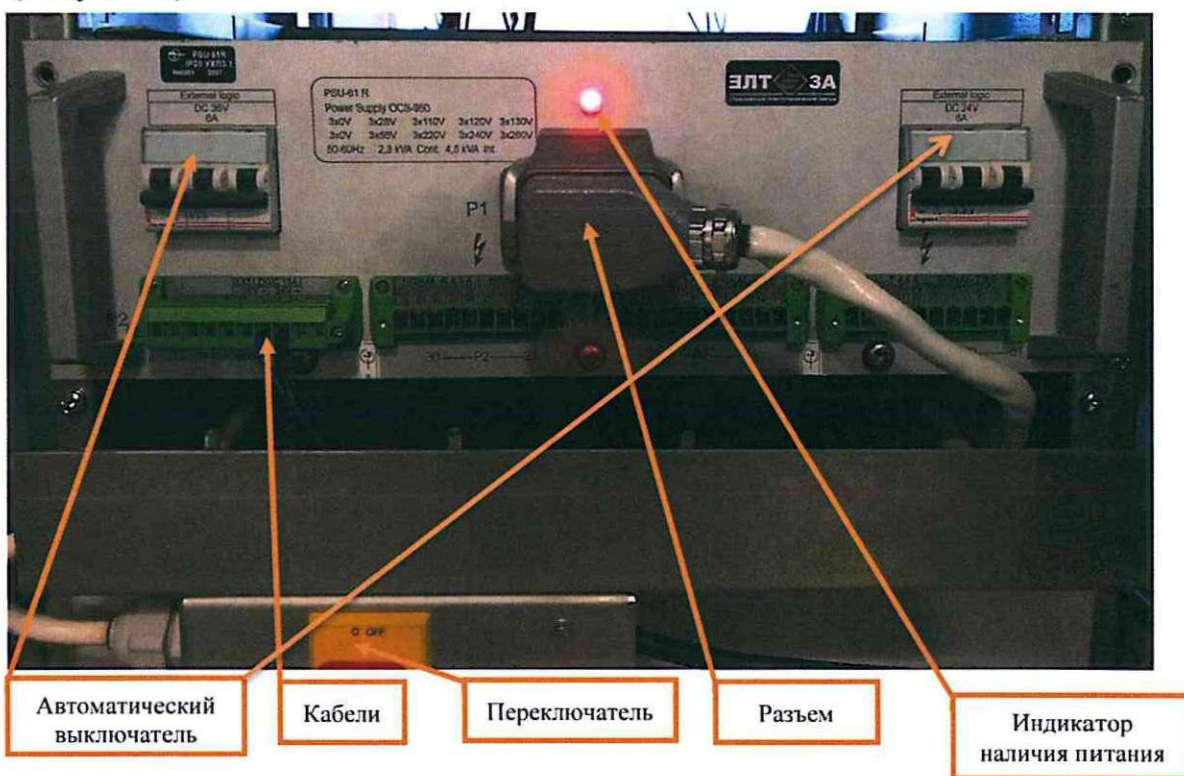

Рисунок 6. Отключение питания источника питания.
7.2.3 Отключить автоматические выключатели и питание, поступающее на разъем «P1», путем перевода переключателя из положения «ON» в положение «OFF», при этом гаснет индикатор наличия питания (Рисунок 6).
7.2.4 Отсоединить от источника питания разъем с кабелем «P1» при помощи замка-защелки и отсоединить все подключенные к источнику питания кабели из посадочных мест (Рисунок 6), руководствуясь рабочей документацией.
7.2.7 Включить питание, поступающее на разъем «P1», путем перевода переключателя из положения «OFF» в положение «ON», при этом должен загореться красным огнем индикатор наличия питания (Рисунок 6).